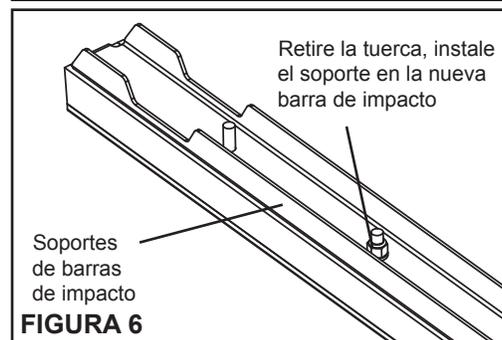

FIGURA 6
- 6. Retire la barra de soporte (si está adjunta).** Retire las tuercas que mantienen el soporte en su lugar y fíjelo a la nueva barra de impacto (Figura. 6).